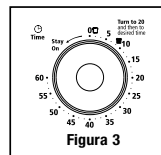

Figura 3
- 3. Perilla de control de tiempo con campanilla indicadora** – Fija el tiempo de cocción hasta un máximo de 60 minutos. Apaga automáticamente el horno al finalizar el tiempo de cocción. (Ver la Figura 3)